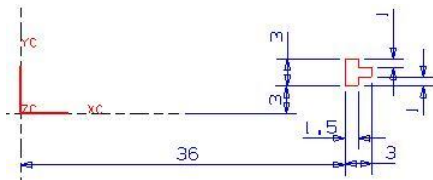

图5-71
2. 在【成形特征】工具条中单击【草图】 按钮，弹出【基准平面】悬浮工具条，然后依次单击【ZC-XC】 和【确定】 按钮进入二维草图界面，绘制图 5-71 所示的草图轮廓。